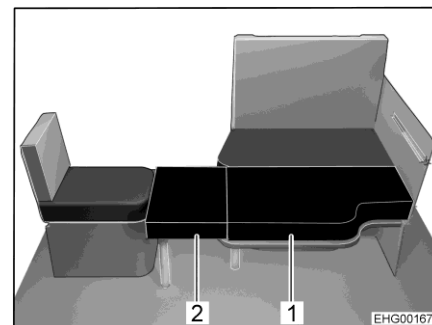

Fig. 120 Après la transformation
La banquette longitudinale peut, avec le siège individuel latéral et le plateau de la table suspendue abaissée, être transformée en un lit supplémentaire. Deux coussins supplémentaires sont nécessaires pour obtenir une couchette. L'un des coussins supplémentaires (Fig. 120,2) est doté d'un repose-pieds dépliant et d'une équerre de support. L'autre coussin supplémentaire (Fig. 120,1) doit être posé sur le plateau de table.
- Déplier le repose-pieds sur le plus petit des coussins supplémentaires (Fig. 120,2).
- Accrocher l'équerre de support du coussin supplémentaire (Fig. 120,2) au siège individuel et poser le coussin sur le plateau de table.
- Poser le second coussin supplémentaire (Fig. 120,1) sur le plateau de table.